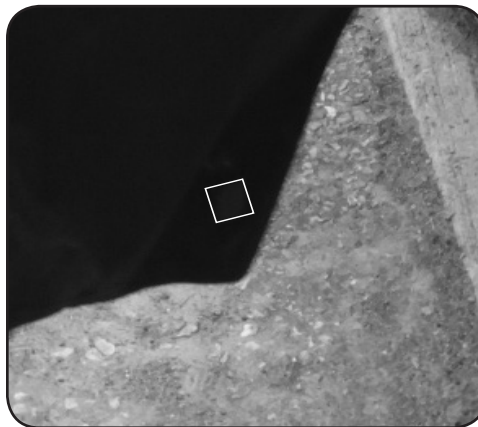

Figure 3-17
9. Une paire d'aimants se trouve de chaque côté du plancher. Ces aimants aident à retenir la partie inférieure de la cabine au plancher. Voir Figure 3-17.